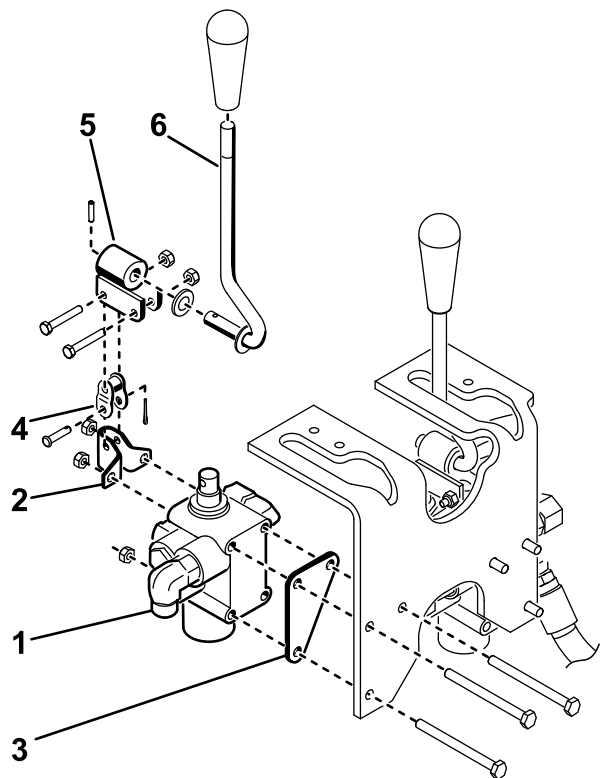

Figura 8
2. Montați ansamblul supapei, suportul pivotant și placa supapei pe cadru cu 3 uruburi ($\frac{1}{4} \times 3''$) și 3 contrapiulițe (Figura 8). Când montați, poziționați
- Montai fără a strânge ansamblul manetei pivotante pe bobina supapei i zaua cotită cu 2 uruburi (#10 x 1 ¼") i 2 contrapiulie (Figura 8).